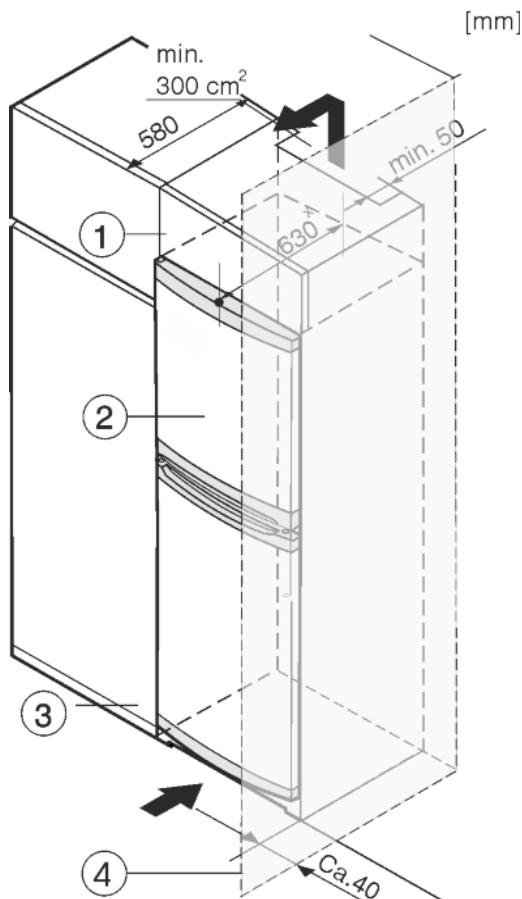

Fig. 8
Уредът може да е обграден с кухненски шкафове. За да изравните височината на уреда *Fig. 8 (2)* с височината на вградената кухня, над уреда може да се постави шкаф-пристройка *Fig. 8 (1)*.
При вграждане с кухненски шкафове (дълбочина макс. 580 mm), уредът може да се постави директно до кухненския шкаф *Fig. 8 (3)*. Отстрани уредът е издаден на 34 mm ×, а в средата на уреда - на 50 mm × спрямо предната страна на кухненския шкаф.
Когато уредът се постави с шарнири близо до стена *Fig. 8 (4)*, разстоянието между уреда и стената трябва да бъде поне 40 mm. Това е разстоянието, на което дръжките излизат напред при отворена врата.